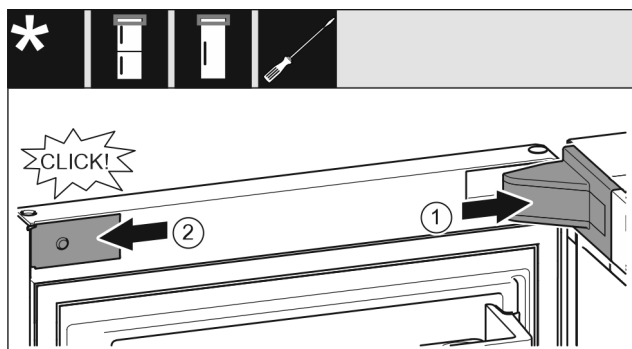

Fig. 21
- Lagerbockabdeckung Fig. 21 (1) aufsetzen und einrasten, ggf. vorsichtig auseinanderdrücken.
- Blende Fig. 21 (2) seitlich ansetzen und einrasten.